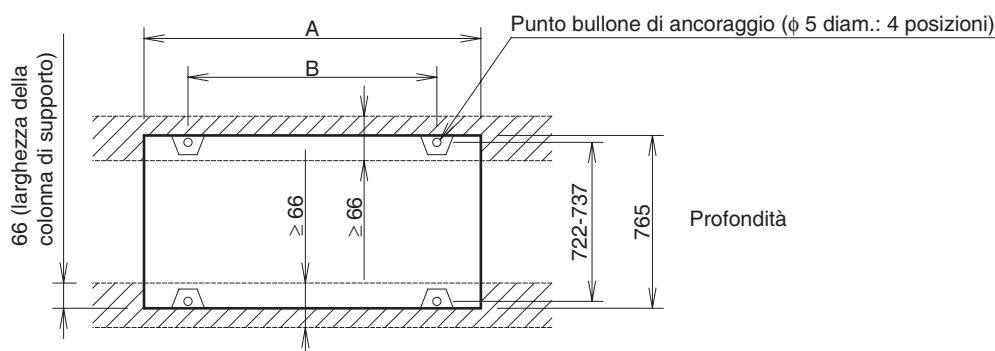

Figura 8
- La base deve essere più grande rispetto alla larghezza dei supporti dell'unità (66 mm) e deve sostenere l'unità. **(Vedi figura 8)**